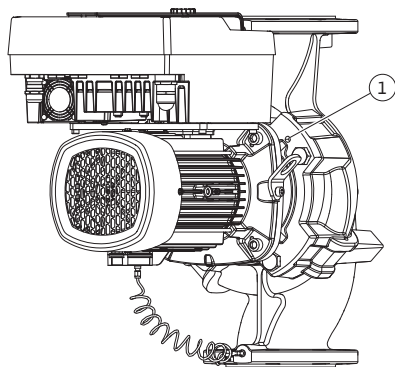

Fig. 11: Expulsión del juego de introducción mediante los taladros roscados (DN 100 ... DN 125)
5. Suelte el juego de introducción (véase la Fig. 4) de la carcasa de la bomba. En función del modelo de bomba (véase Fig. I ... III), hay diferentes procedimientos. En el caso del modelo de bomba Fig. I (DN 32 ... DN 80), suelte los tornillos Pos. 29. Expulse el juego de introducción de la carcasa de la bomba. En el caso del modelo de bomba Fig. II y Fig. III (DN 100 ... DN 125), utilice para ello 2 taladros roscados (Fig. 11, Pos. 1). Para ello use los tornillos a cargo del propietario adecuados (p. ej., M10 x 25 mm).
5. Expulse el juego de introducción (véase la Fig. 4) de la carcasa de la bomba. Para ello, utilice los 2 taladros roscados (véase la Fig. 11). Para aflojar el asiento, enrosque tornillos M10 con la longitud adecuada en los taladros roscados.